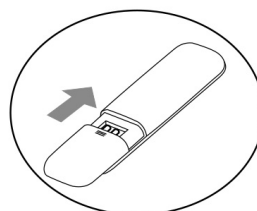

Fig.3
3. Inserte el conector circular para el kit de ojo de buey en el tubo flexible retráctil e inserte el tubo flexible retráctil con conector circular en el ojo de buey sin la tapa (Fig. 3).
(Fig. 3)
- Vuelva a insertar la tapa en el compartimento de las pilas (observe la dirección de la flecha en la fig.3).